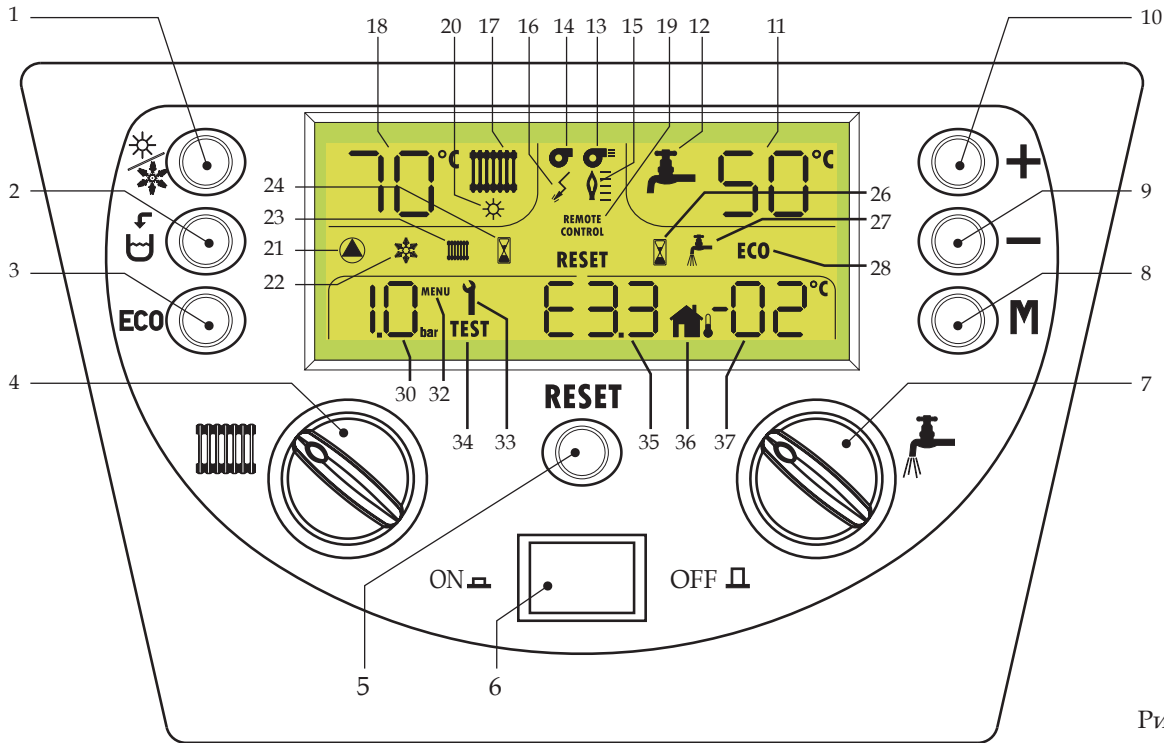

Рис. 1
Для включения/отключения режима Комфорт достаточно нажать кнопку 3 (ECO) - 3 рис. 1). Когда включен режим Комфорт, надпись ECO исчезает с дисплея.
Для восстановления рабочего режима - нажать кнопку 5 (Сброс (Reset) - рис. 1).
- Нажать клавишу ВКЛ/ВЫКЛ (ON/OFF) (см. рис. 1)
Нажать клавишу ВКЛ/ВЫКЛ (ON/OFF) (см. рис. 1)
Для выбора одного из двух режимов достаточно нажать клавишу 1  (рис. 1).